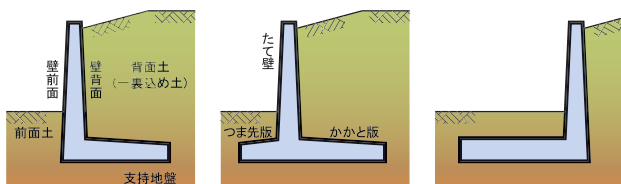

図1 RTWで取り扱う擁壁の形状
- ・図1に示す擁壁形状を扱い、たて壁の壁前面・壁背面両方の傾斜ができます。